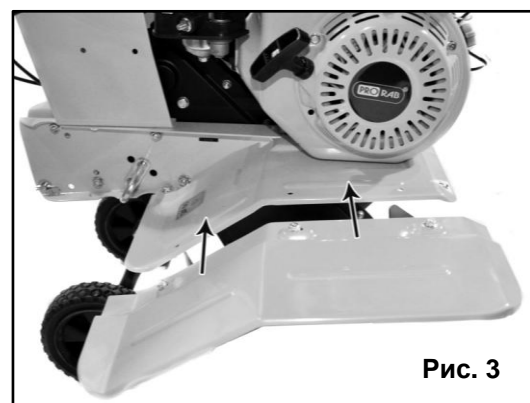

Рис. 3
- Крылья крепятся 3 винтами с рамой культиватора. Заведите кромку крыла под раму и затяните винты крепления крыла. (См. Рис. 3)